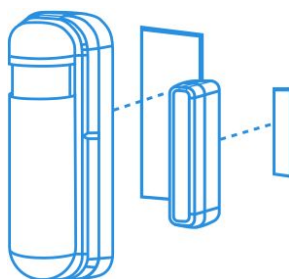

Рис. 7 Закрепление устройства
1) С помощью двусторонней липкой ленты, входящей в комплект устройства (рис. 7).